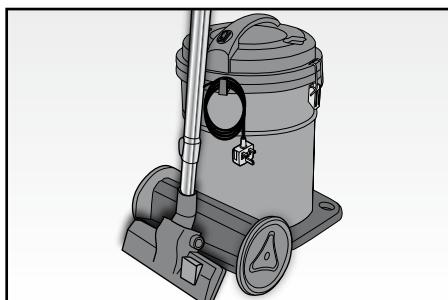

Fig. 13
Terminato l'utilizzo spegnere l'apparecchio premendo l'interruttore (B), disinserire la spina dalla presa e riporre il cavo avvolgendolo eventualmente attorno all'apparecchio stesso o attorno all'apposito avvolgicavo (Fig. 13).
Utilizzare l'apposito gancio per la spazzola pavimenti per riporre l'apparecchio (Fig. 13).